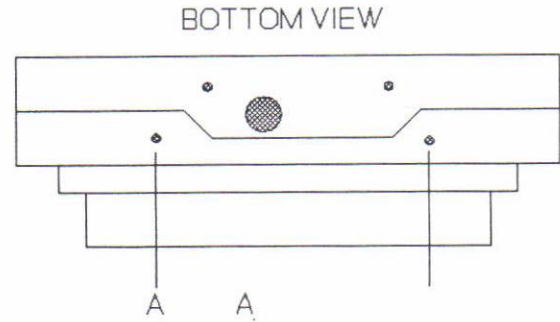

Fig.4.1
- Verwijder 2 schroeven aan de bodemzijde (zie A in Fig.4.1)